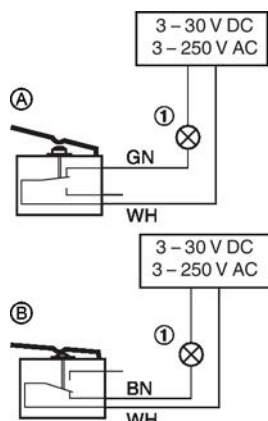

Abb. 68: Anschlussbeispiel Endschalter
- Anschluss der Endschalter anhand des Anschlussbeispiels Abb. 68